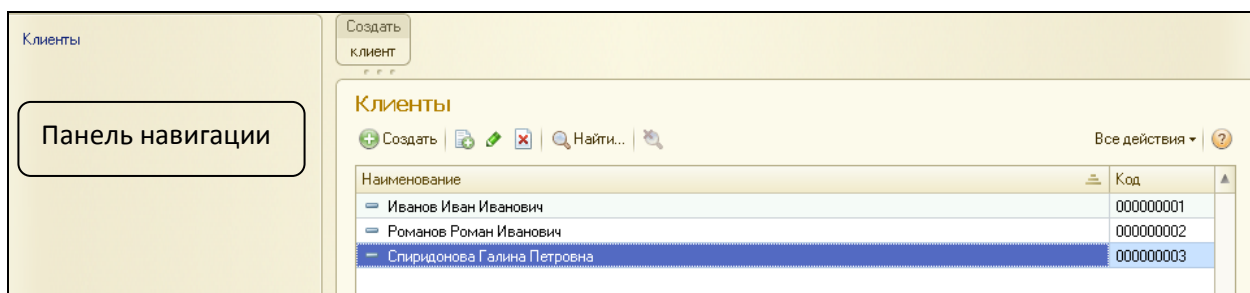

Рисунок 1. 9 Содержимое справочника Клиенты
2. Правой кнопкой мыши щелкнуть по названию конфигурации **«Новая»**. Выбрать пункт **Открыть командный интерфейс конфигурации**. Стрелками **Вверх-Вниз** изменить порядок расположения подсистем (рис.1. 3). Нажать ОК.
4. Открыть закладку **Состав**, посмотреть входящие в подсистему объекты (рис.1. 6).
ной деятельностью для пользователей. В дереве конфигурации выделить правой кнопкой мыши ветвь **Подсистемы**, выбрать строку меню **Все подсистемы**. Выбрать подсистему **ОказаниеУслуг**, установить флажок видимости напротив строки **Клиент. Создать** (рис.1. 8).
8. Вернуться в режим configurатора. Добавить новый справочник **Сотрудники**, настроить основные параметры представления справочника (рис.1. 10). Этот справочник будет содержать табличную часть, в которой фиксируется трудовая деятельность сотрудника.
23. Открыть группу **Материалы** и создать в ней пять элементов (рис.1. 13) с помощью кнопки **Создать**. После ввода каждого элемента нажимать кнопку **Записать и закрыть**.
24. Открыть группу **Услуги** и ввести в нее услуги по ремонту телевизоров и установке стиральных машин (рис.1. 14).